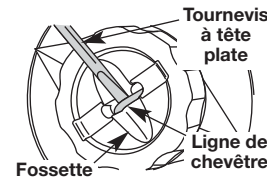

Fig. 32
2. Insérez l'extrémité d'un tournevis plat dans l'encoche à fil, juste en dessous de la partie exposée du fil (Fig. 32).